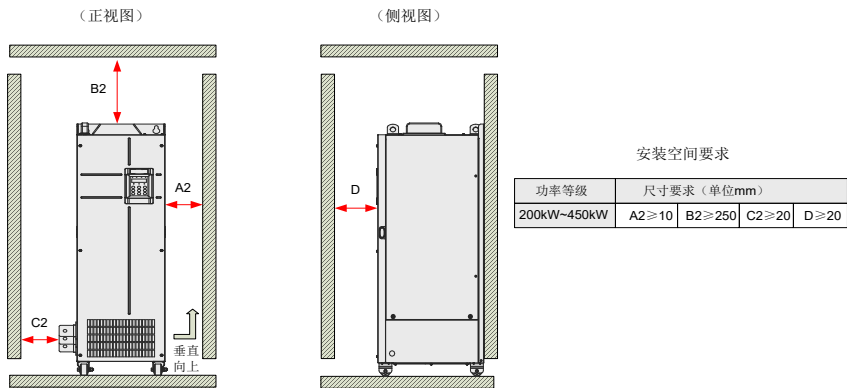
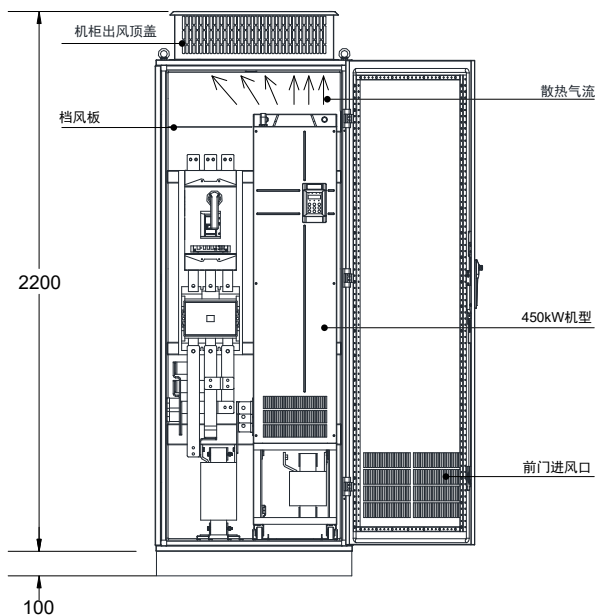
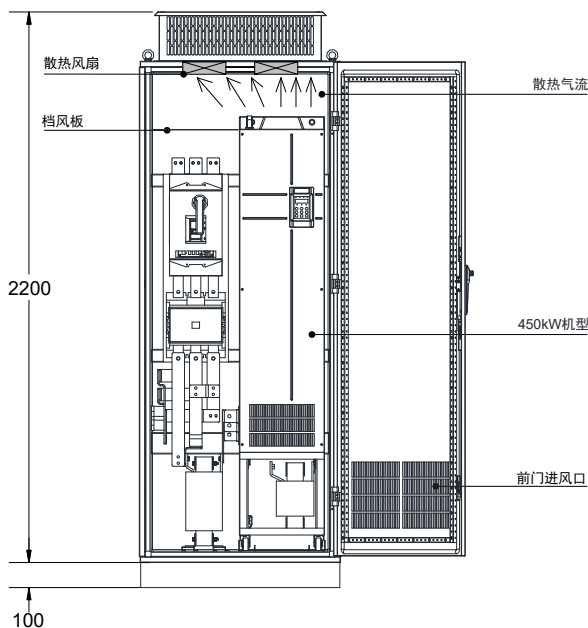

图 3-3 单台机器 [MD500T200G(-L) ~ MD500T450G(-L)] 安装空间
图 3-11 直排风机柜示意图
图 3-12 顶部风扇抽风机柜示意图 (机柜顶部带抽风风扇)
- 安装空间要求如图 3-3 所示，需要保证变频器有足够的散热器空间，预留空间时请考虑柜内其它器件的散热情况，如图 3-11、图 3-12；